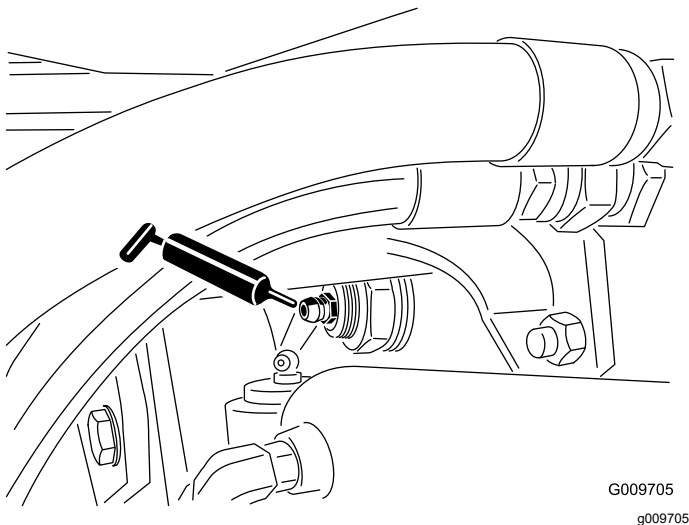

Bild 75
- Hinterachsen-Drehbüchsen (2), wie in Bild 75 abgebildet